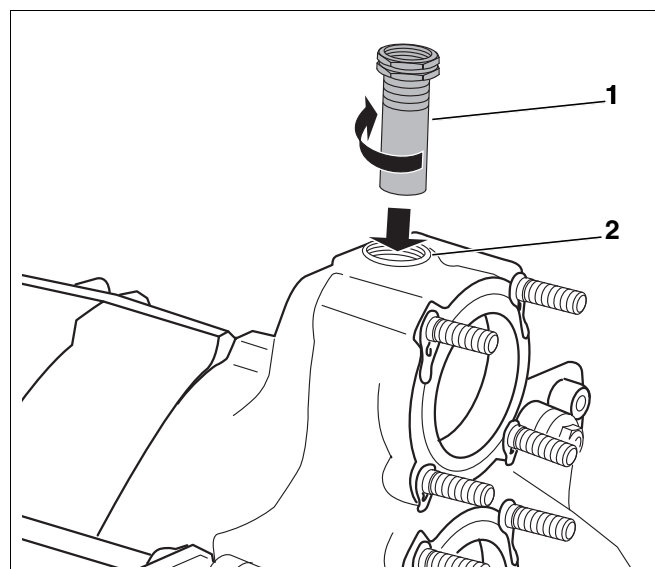

Fig. 20 Montaggio – Boccola a immersione
- Ermetizzare il pozzetto ad immersione $\frac{3}{4}$ " (lunghezza: 110 mm) (fig. 20, [1]) dall'alto nel foro filettato $\frac{3}{4}$ " dell'attacco di mandata (fig. 20, [2]).